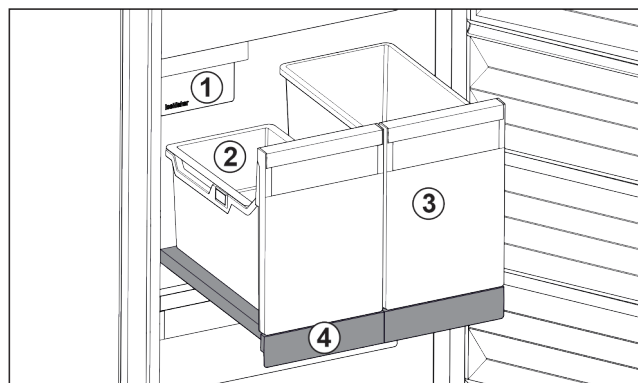

Fig. 116 Wyszukiwana półka z IceTower
Na wyszukanej półce znajdują się dwa wysokie pojemniki (IceTower). W pojemniku Fig. 116 (2) zbierane i przechowywane są kostki lodu z IceMaker. Pojemnik Fig. 116 (3) nadaje się do przechowywania wysokich artykułów spożywczych, takich jak pizza i napoje alkoholowe.